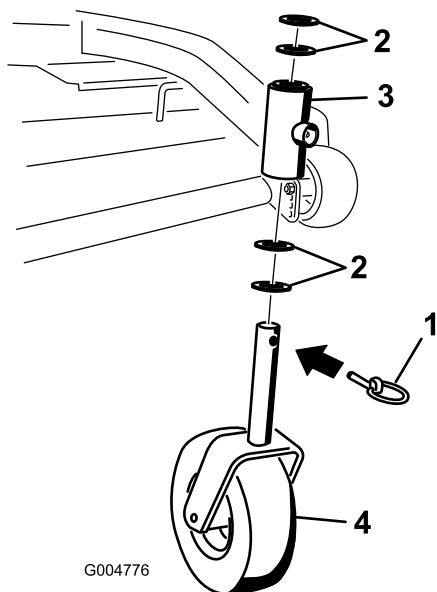

Figure 40
2. Enlevez la goupille de sécurité et la ou les entretoise(s) du haut de la chape de la roue pivotante (Figure 40).
- Vérifiez l'usure de la chape de la roue pivotante et remplacez-la le cas échéant (Figure 40).
- Insérez la chape dans les bagues à l'intérieur du tube de montage. Remplacez la ou les entretoise(s) sur la chape et fixez-les avec la bague de retenue (Figure 40).